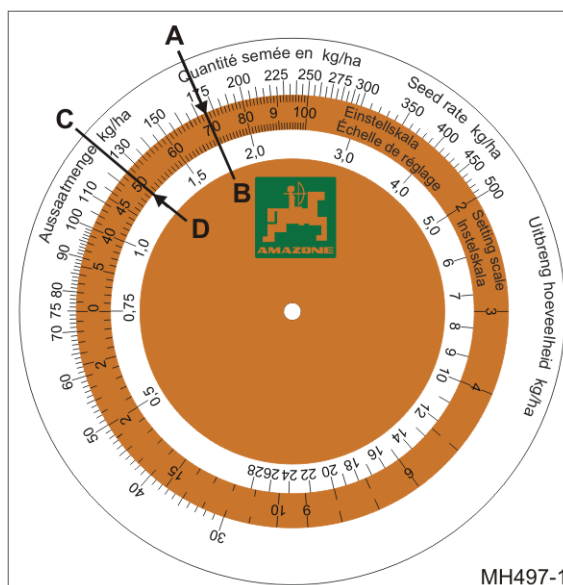

Bild 160
- o beräknad utsädesmängd 175 kg/ha (Bild 160/A)
- o växelinställningsvärde 70 (Bild 160/B).
- o önskad utsädesmängd 125 kg/ha (Bild 160/C)
- o växelinställningsvärde 50 (Bild 160/D).